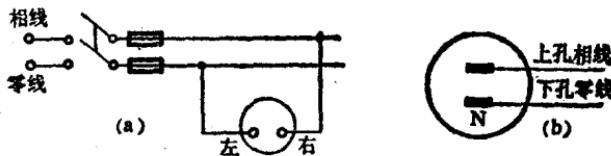

图 1-2 单相二孔插座的连接方法
(1) 单相二孔式插座：面对插座，右孔接相线，左孔接零线，如图1-2(a)所示，插座孔上下放置时见(b)图。